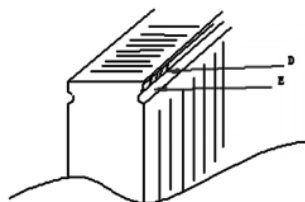
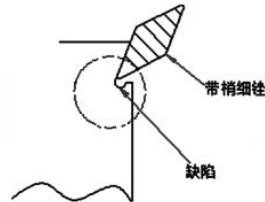

图2
图3
(3) 进行嵌槽楔缝除中 D 面 (图 2) 的修平, 利用带稍的细锉, 小心锉磨, 不要把 E 面 (图 3) 弄出凹坑。